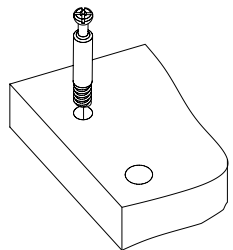
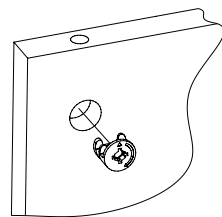

Рис.3
Рис.4
- Вкрутите шпильки минификсов в детали 1, 9, 11, 12 и в деталь 1 (ИЗ-400) (Рис. 3). Затем вставьте головки минификсов в детали 2, 3, 4, 5, 6, 7, 8 (Рис. 4).